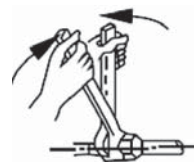

рис. 7-1
- Установите трубы в правильное положение, закрутите гайки руками, затем затяните двумя гаечными ключами (см. рис.7-1).